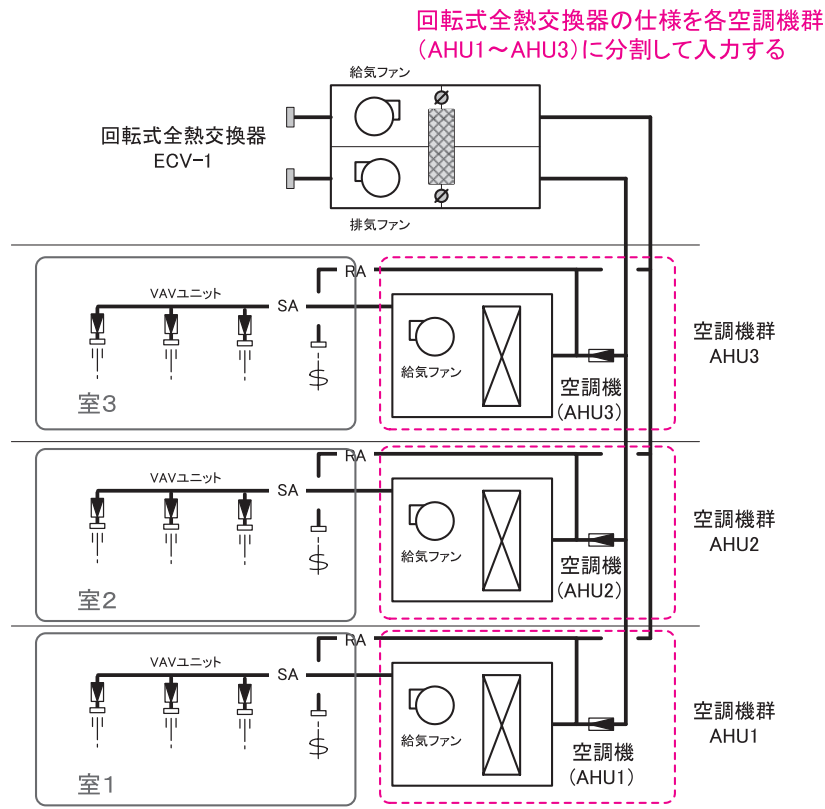

図 2-2-63 空調システム例 (10)
1 台の回転式全熱交換器で一次処理した外気を複数の空調機へ送風し、回転式全熱交換器で一次処理した外気と室内からの還気 (RA) との混合空気を冷却加熱コイルで処理する場合の入力例を示す。システムの概要を図 2-2-63 「空調システム例 (10)」に示す。